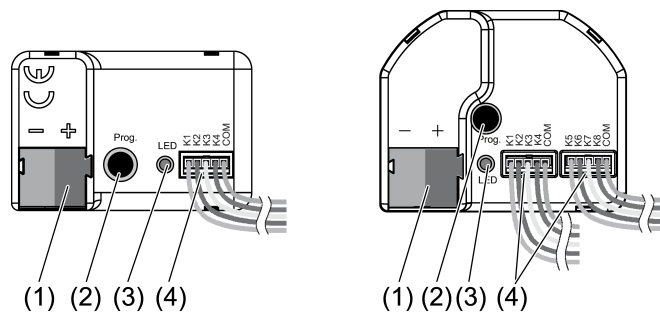

Figura 1: Estructura del aparato
- Conectar el bus con un borne de conexión KNX a una conexión KNX (1) (véase figura 1).